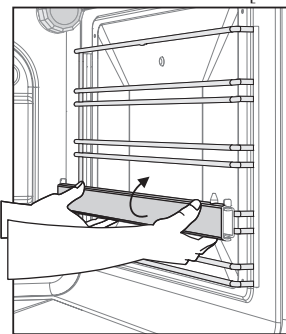

Рис. 22
- **Телескопические направляющие** крепятся на проволочные направляющие и служат для выдвигания готовящегося блюда за пределы горячей духовки. Телескопические направляющие могут быть установлены на разной высоте, в зависимости от того, на каком уровне должно идти приготовление пищи. Чтобы переустановить телескопическую направляющую, необходимо отвести ее нижний край (рис.22), а затем движением вниз снять с проволочных направляющих. Установка на другой уровень производится в обратной последовательности.